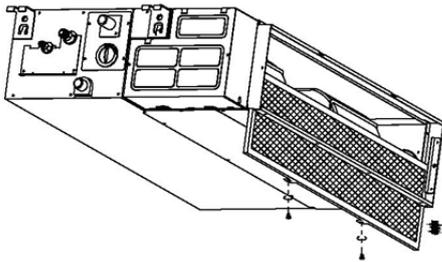

Abb.G1
1. Da dieses Gerät eine Hinterlüftung hat, entfernen Sie bitte die Schrauben am Filter (2 Schrauben) und nehmen Sie den Filter ab. (Siehe Abb. G1)